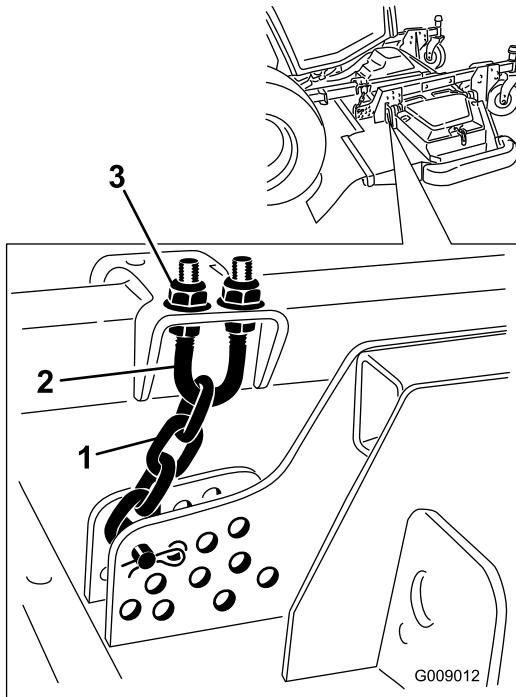

Figure 94
5. Desserrez les écrous de blocage en haut ou en bas de l'étrier fileté de la chaîne de hauteur de coupe (Figure 94).